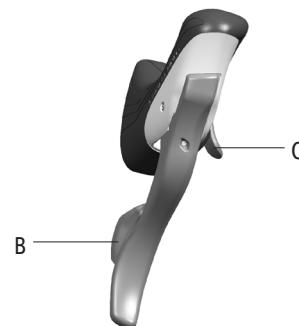

Fig.14
- Le levier B (Fig. 14) de la poignée droite agit sur le dérailleur arrière et fait grimper la chaîne sur le pignon supérieur.
- Le levier C (Fig. 14) de la poignée droite agit sur le dérailleur arrière et fait glisser la chaîne sur le pignon inférieur.
- On peut maintenir la pression sur le levier B ou C (Fig. 14) de la poignée droite pour déplacer le dérailleur arrière de plusieurs pignons à la fois, en multiplication ou en démultiplication.